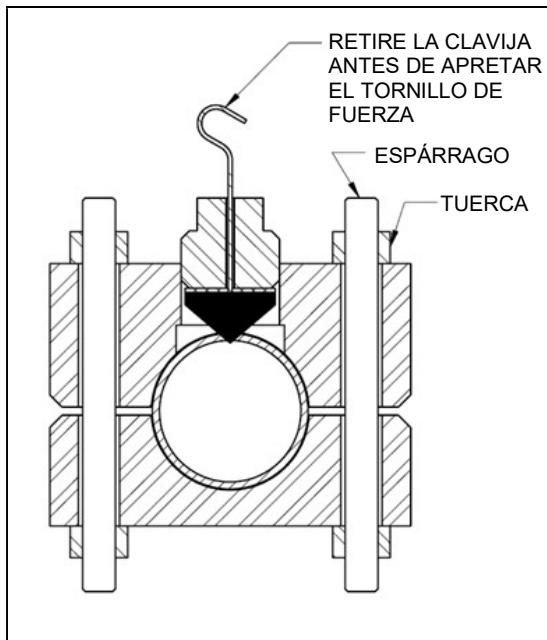

Figura 5
7. Sostenga la abrazadera "PLIDCO Smith+Clamp" firmemente en su lugar y ajuste los espárragos y las tuercas de manera uniforme al valor de par de apriete que se muestra en la Tabla 1. Debe mantenerse un espacio igual todo alrededor de las dos mitades del accesorio. Para asegurarse de que haya un encaje completo de las tuercas debe tenerse un mínimo de 2 rosas sobresaliendo de la tuerca como se muestra en la Figura 5. Si el accesorio debe soldarse para hacer que la abrazadera "PLIDCO Smith+Clamp" sea permanente, deje un mínimo de 3/16" (4.8 mm) de la rosca sobresaliendo de cada tuerca.
9. Apriete el tornillo de fuerza a un valor de par de apriete de 70 a 80 pies-libras (95 a 109 Nm). El conjunto completo debe verse como se muestra en la Figura 5, menos la aguja guía.